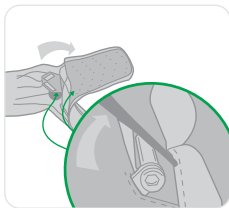

Abbildung 9
- Reißverschluss auf der Rückseite des Rucksacks öffnen und Gurtverbindung auf Anzeichen von Beschädigung, Verbiegung, Korrosion oder Rissen überprüfen. Sicherstellen, dass der Befestigungsbolzen sicher befestigt ist (siehe Abbildung 9). Bei offensichtlicher Beschädigung nicht verwenden. Nehmen Sie das Latchways PRD außer Betrieb und schicken Sie es an MSA zurück.